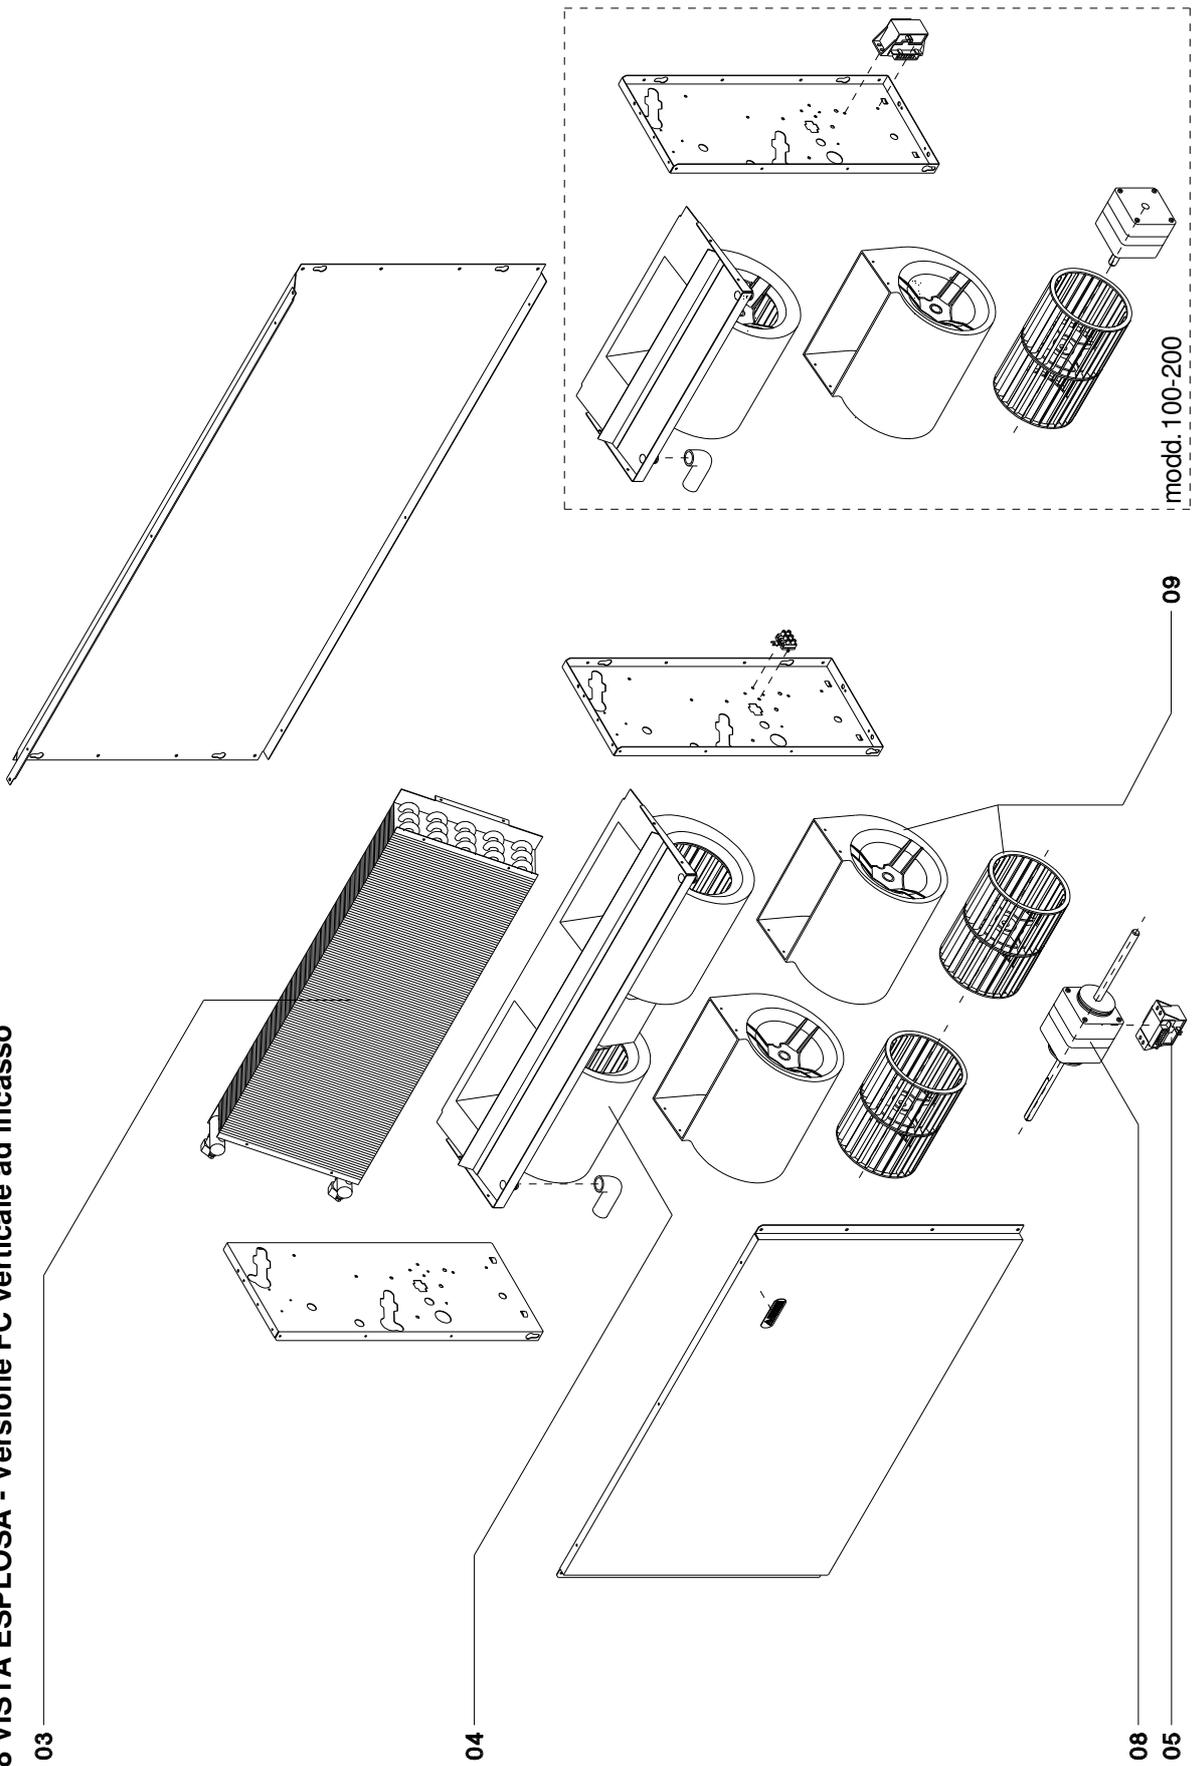

Fig. 4
**Legenda dei componenti****Versione FC verticale ad incasso (fig. 4)**